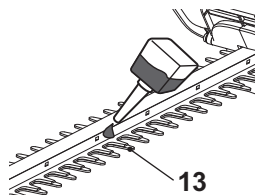

Fig. 13
11. Lubrifique as superfícies internas da lâmina, se o dispositivo de corte (lâmina) (13) sobreaquecer durante o funcionamento (Fig. 13).
1. Mantenha o dispositivo de corte (lâmina) (13) limpo e livre de detritos. Remova as aparas com uma escova.
2. Aplique uma pequena quantidade de lubrificante adequado no dispositivo de corte (lâmina), para manter um bom desempenho de corte (Fig. 13).